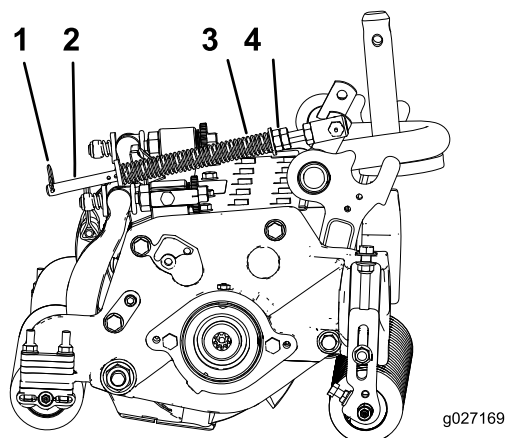

**Bild 19**
1. Stellen Sie sicher, dass der Lastösenbolzen in das hintere Loch in der Federstange eingesetzt ist (Bild 19).
2. Ziehen Sie die Sechskantmuttern vorne an der Federstange an, bis die komprimierte Länge der Feder 15,9 cm beträgt (Bild 19).